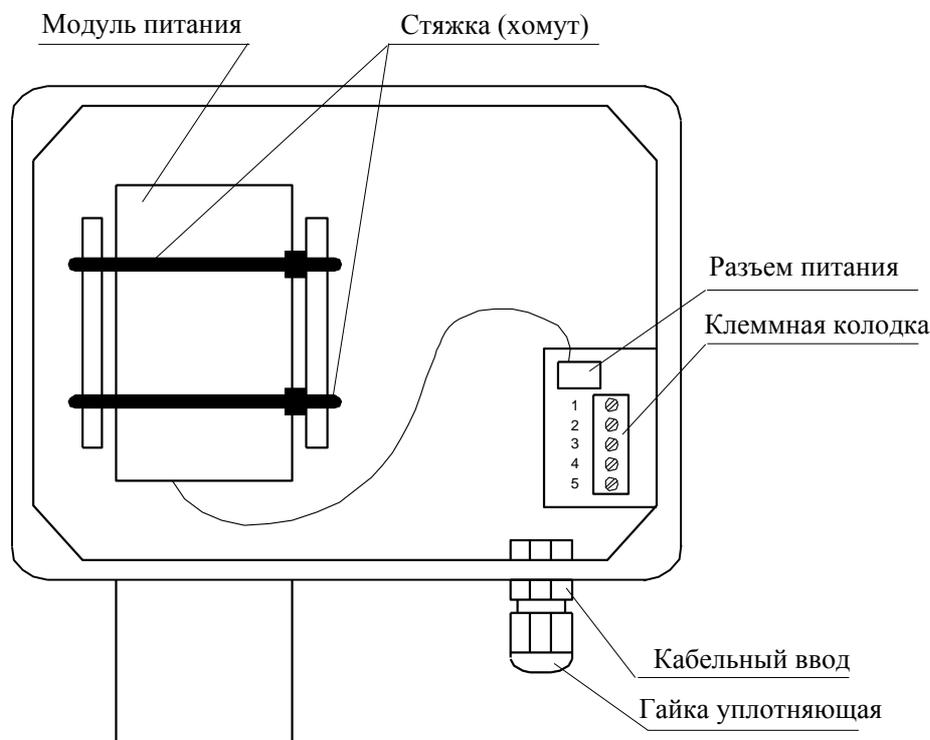

Рисунок 5 – Вид на корпус УФС при снятой неплombируемой крышке (для ВЭПС-Р модификации ВЭПС-Р-ПБ2-01)
- отсоединить разъем питания, расположенный на плате УФС (рисунок 5);
5.8 При снятии ВЭПС-Р с объекта для продолжительного хранения, его необходимо просушить, отключить разъем модуля питания от платы УФС ВЭПС-Р с автономным питанием (рисунок 5) и хранить при условиях хранения 1 по ГОСТ 15150.